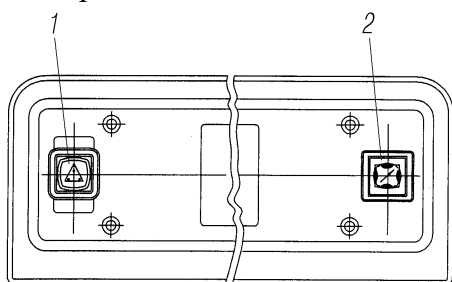

Рис. 12. Установка выключателей на панели радио:
**Управление зеркалами** осуществляется блоком управления 2 (рис. 12). При повороте джойстика в правое положение появляется возможность управления правым зеркалом, при повороте в левое положение — левым зеркалом.